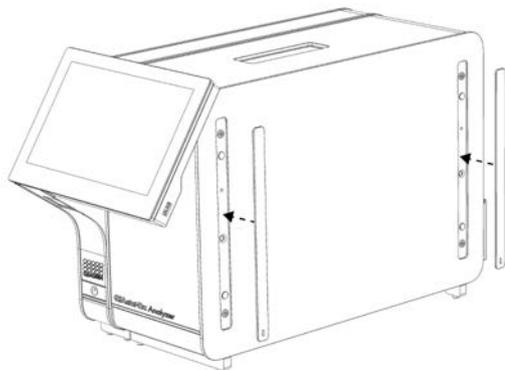

Figura 7. Recolocación de las tapas de protección.
4. Vuelva a colocar las tapas de protección en la parte lateral del módulo analítico (figura 7).